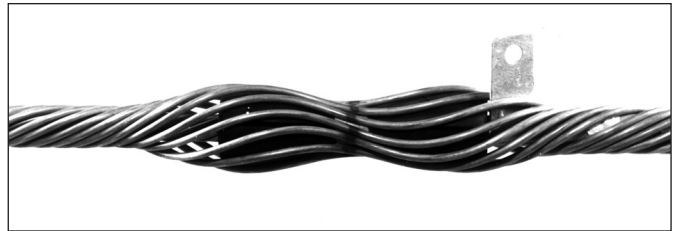

FIGURA 8
3.05 Usando ambas as mãos, envolva as varetas em uma extremidade. Gire simultaneamente todas as extremidades das varetas de modo que elas se posicionem. Repita o processo na outra extremidade. Certifique-se de que o coxim permaneceu perpendicular ao eixo vertical do cabo (Figura 8).